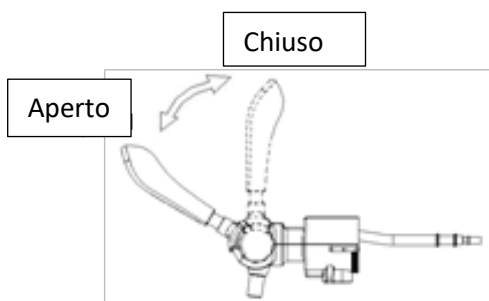

FIGURA 12
14.4 Quando la maniglia del rubinetto è chiusa in posizione verticale (come mostrato nella posizione "CHIUSO" nella Figura 12), tirare la maniglia in avanti di 45 gradi per la birra (come mostrato nella posizione "APERTA" nella Figura 12).